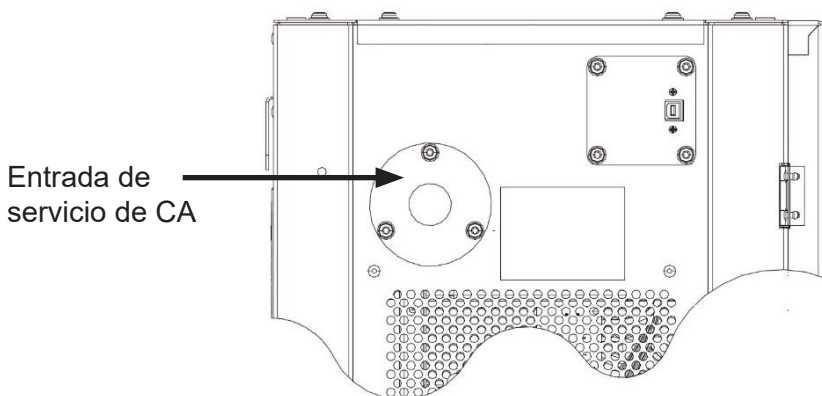
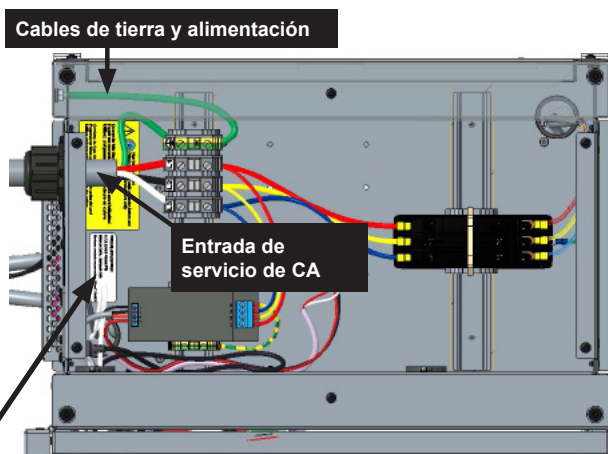
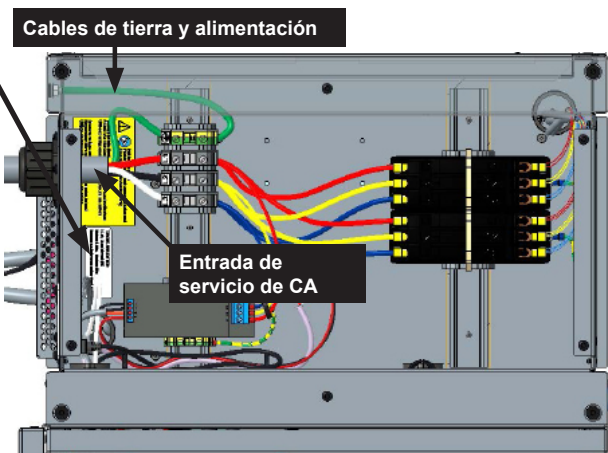

Figura 15 Entrada de servicio de CA
Figura 16 Entrada de servicio de CA para gabinete de tres bahías
Figura 17 Entrada de servicio de CA para gabinete de cinco bahías
4.6.2. Conecte un cable de entrada de CA blindado y aprobado por NEC (como el tipo SOOW) o un conducto al cargador a través de la entrada de servicio de CA (figura 15, figura 16 y figura 17), que es el orificio ubicado cerca de la esquina superior izquierda del cargador.
El conector USB se encuentra en la esquina superior izquierda del cargador (Figura 15).
Asegúrese de que los cables de tierra y de alimentación se hayan pelado correctamente (aproximadamente ½ pulgada [12,7 mm] de aislamiento desde los extremos). Afloje los tornillos de las terminales con un destornillador de punta plana e inserte los extremos pelados de los cables de tierra y de energía. (Figura 16 y Figura 17)